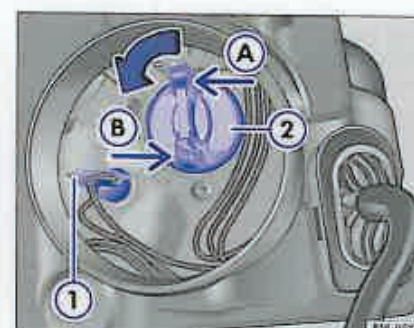

Fig. 51 Demontarea și montarea becului luminii de drum / de zi sau de staționare.
- Trageți suportul becului ⇒ fig. 51 ① cu becul.
- Apăsăți capacul din cauciuc pe carcasa farului ⇒ fig. 51 ⇒ ⚠.
- Apucați suportul becului ⇒ fig. 51 ② de locașul de apucare (săgeata Ⓐ și Ⓑ) și rotiți în sensul săgeții.